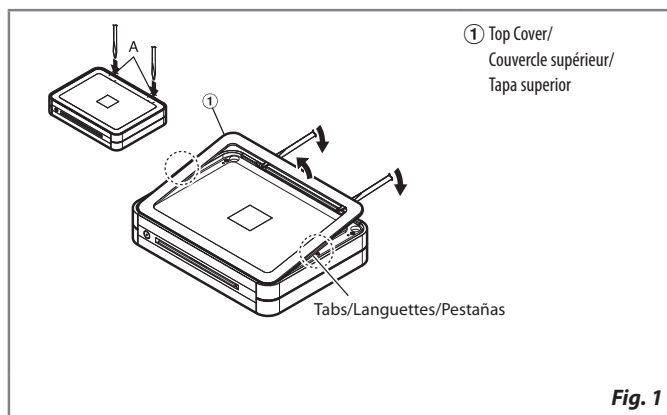

Fig. 1
2. Remove the Top Cover by inserting a flat-tipped instrument (such as a panel removal tool or slotted screwdriver) into the 2 notches of the unit (marked A). If removal is still not possible, bend the Top Cover and remove the tabs on both sides. Refer to Fig. 1.
2. Retirez le couvercle supérieur en insérant un objet à extrémité plate (outil de retrait de panneau ou tournevis pour écrous à fente) dans les 2 encoches de l'appareil (marquées de la lettre A). Si vous ne parvenez pas à retirer le couvercle supérieur, pliez-le et retirez les languettes des deux côtés. Reportez-vous à la Fig. 1.